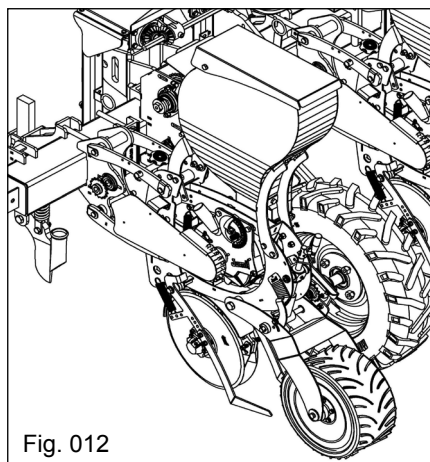

Fig. 012
**Unidades semeadoras:** (Fig. 012).
a) Fixe nas laterais direita e esquerda do chassi o suporte ("a" Fig. 012);